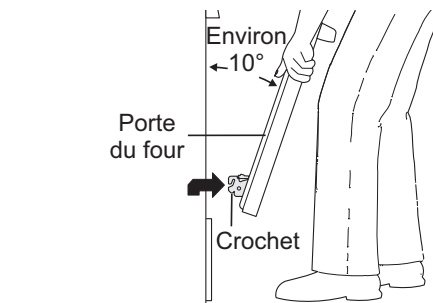
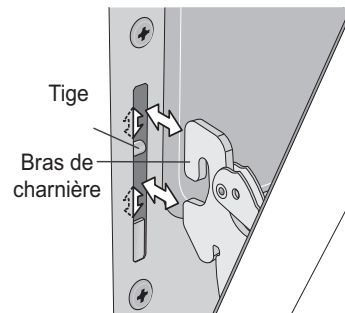

Figure 20 : Tenir fermement la porte lors de son retrait
Figure 21 : Remise en place et emplacement des bras de charnière et des tiges
3. Tenez fermement les deux côtés de la porte. N'utilisez pas la poignée de la porte (voir figure 20).
4. Fermez la porte à environ 10 degrés du cadre de porte (voir figure 20).
5. Soulevez les bras des charnières de la porte au-dessus des tiges situées de chaque côté du cadre du four (voir figure 21).
1. Tenez fermement les deux côtés de la porte. N'utilisez pas la poignée de la porte (voir figure 20).
2. En tenant la porte dans le même angle que pour la retirer, posez les crochets des bras des charnières sur les tiges situées de chaque côté du cadre de la porte (voir figure 20 et figure 21). Le crochet des bras de charnière doit être bien assis sur les tiges.